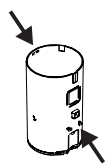

FIG.1
2. Instale el contenedor de polvo insertando el clip en la unidad principal desde la dirección correcta, gírelo y presione hasta que esté en su sitio. Escuchará un «clic» cuando se haya colocado correctamente (FIG. 1).